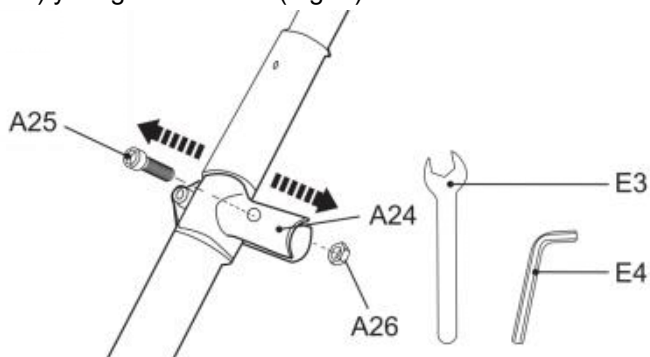

Fig. 1
1. Retire el perno (A25) y la tuerca (A26) preensamblados del soporte del mango (A24) y téngalos a mano (Fig. 1).